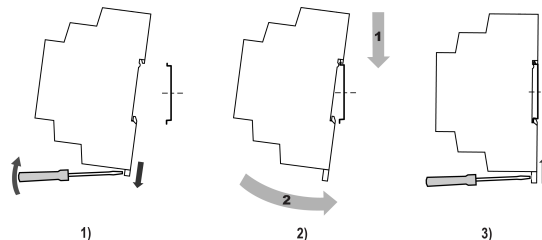

Рисунок 1 – Монтаж пристрою
2. Вставивши викрутку у вушко, відтягнути заціпку (див. *рисунок 1*, 1). Пристрій установити на DIN-рейку.
3. Пристрій притиснути до DIN-рейки (див. *рисунок 1*, 2, стрілки 1 і 2). Викруткою повернути заціпку у початкове положення.